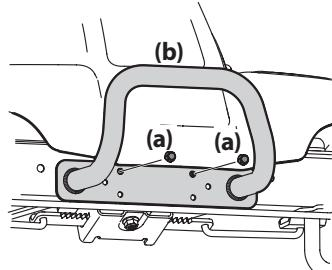

Figura 10
1. Extraiga los dos tornillos (a), como se indica en la Figura 10.
2. Ubique el paragolpes (b) sobre los orificios de montaje y sujetelo con los tornillos (a) que extrajo en el Paso 1. Consulte la Figura 10.